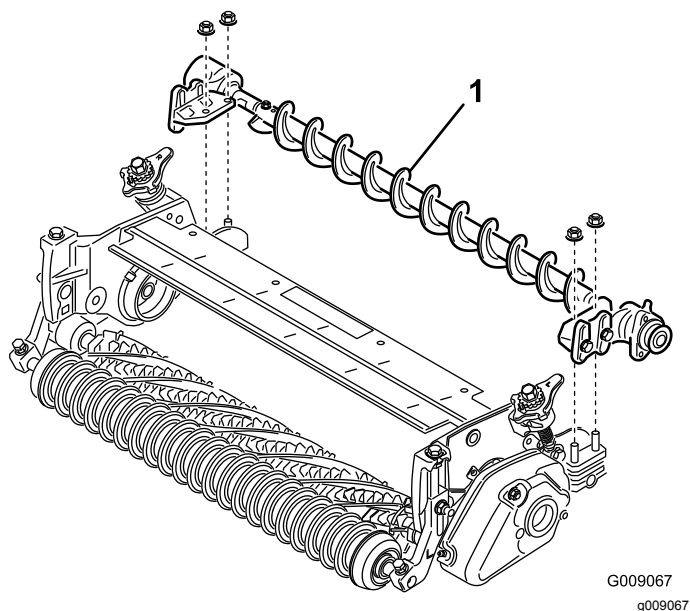

Рисунок 24
- Поместите монтажные кронштейны узла щетки катка на болты кронштейна катка (Рисунок 24). Прикрепите монтажные кронштейны узла щетки к боковым пластинам режущего блока, используя снятые ранее гайки.